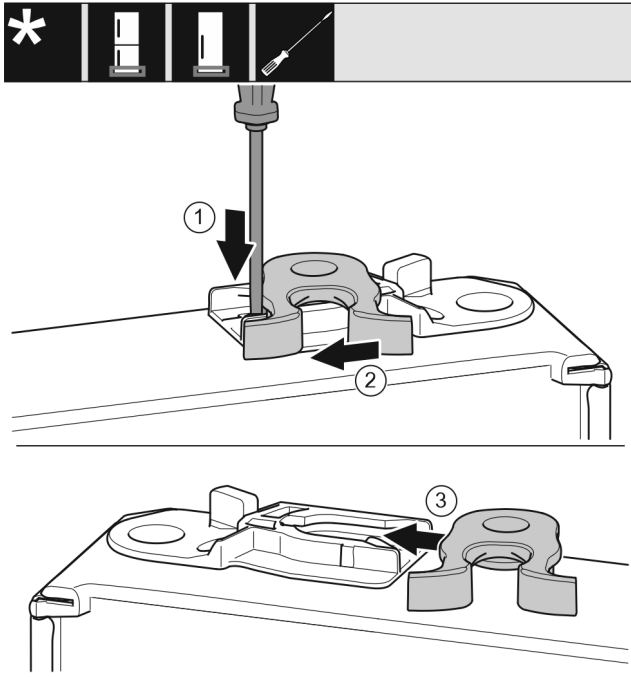

Fig. 51 *
- Apăsați în jos eclisa Fig. 51 (1) cu șurubelnița plată.*
- Trageți cârligul de închidere Fig. 51 (2) din ghidaj.*
- Împingeți pe partea opusă cârligul de închidere Fig. 51 (3) în ghidaj.*